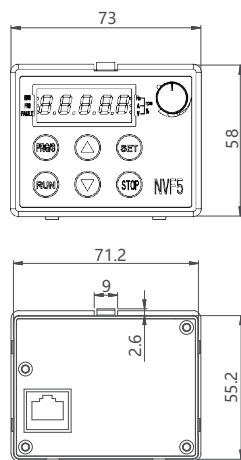
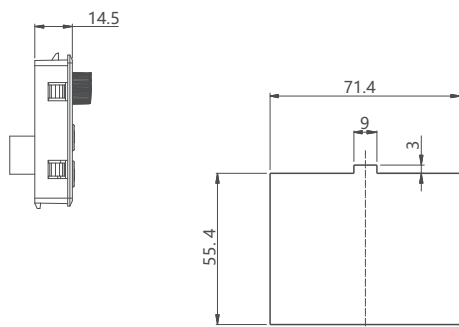

图6-3 显示面板尺寸图
图6-4 柜门开孔尺寸图
a) 第一种情况，直接安装显示面板尺寸如图6-3 和图6-4所示：